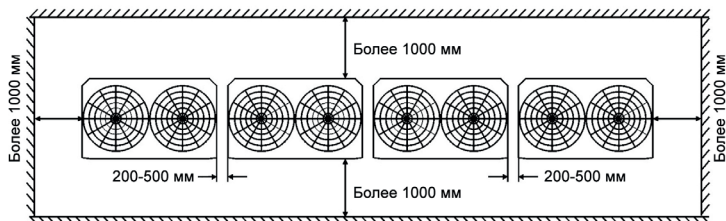

Рисунок 8.9.2
8.9.2 Сначала устанавливаются наружные блоки, а затем, сбоку наружных блоков, оборудование для электропитания (монтаж производится с учетом необходимого пространства для ремонта, как показано на рис. 8.9.2). Способ монтажа такого оборудования см. в руководстве по монтажу оборудования для электропитания.